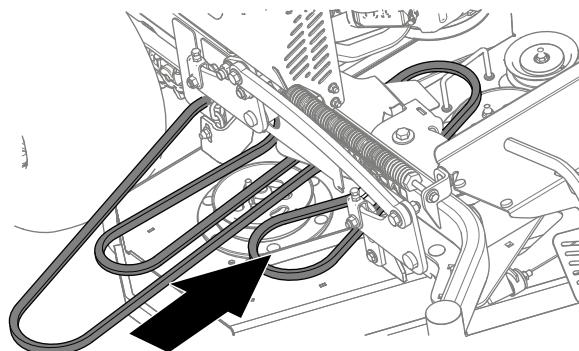

Bild 78
1. Bauen Sie den Riemen in das Mähwerk ein (Bild 78).